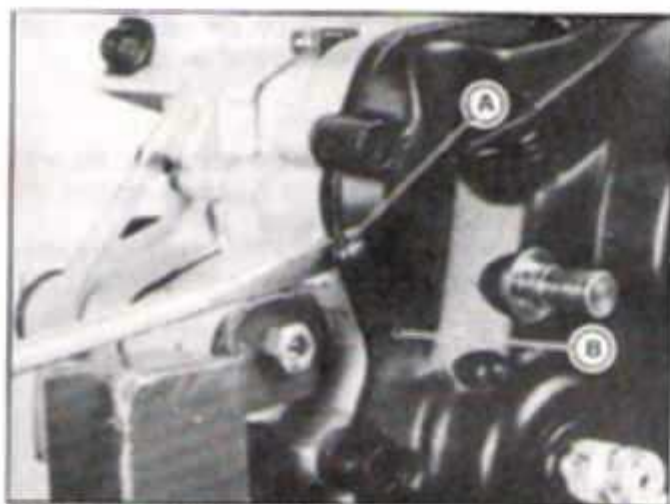

FIG. M10 - A. PONTO DE APOIO PARA A ABERTURA DA TAMPA DIREITA
14. Remover os parafusos de fixação do conjunto da tampa direita. Utilizando uma alavanca nos pontos de apoio apropriado, destacar a tampa e retirar a junta de vedação. Figura M10.